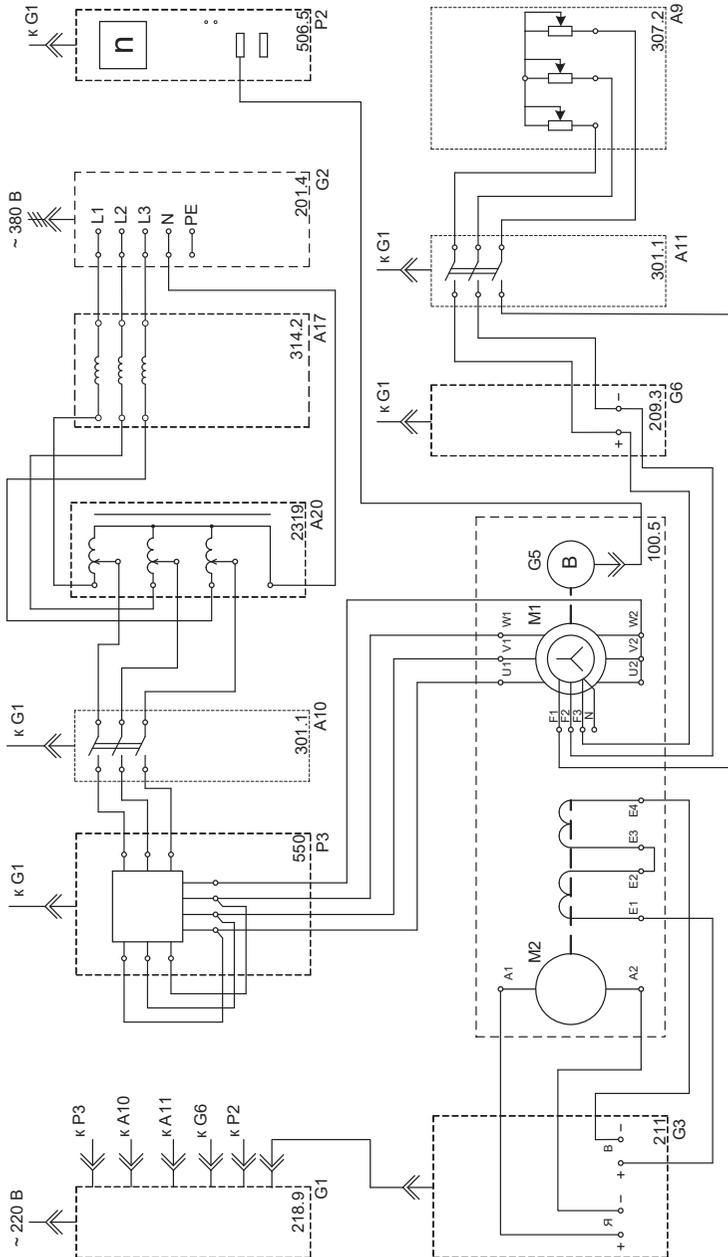

Рис. 6.2
- Соедините аппаратуру в соответствии с электрической схемой, приведенной на рис. 6.2.